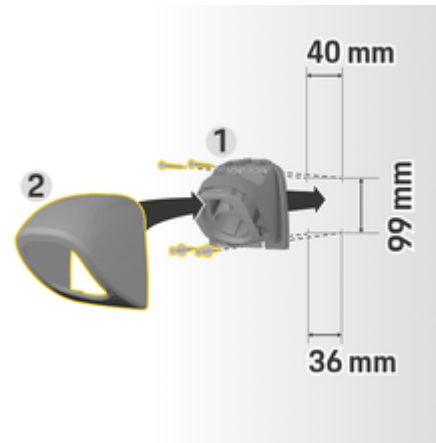

图 18 钻孔尺寸
1. 将接头固定器 1 (图 18) 从盖子 2 (图 18) 上拆下。
4. 将接头固定器 1 (图 18) 拧到墙壁上。
5. 将盖子 2 (图 18) 从下方安装到接头固定器 1 (图 18) 上，并且向上推。